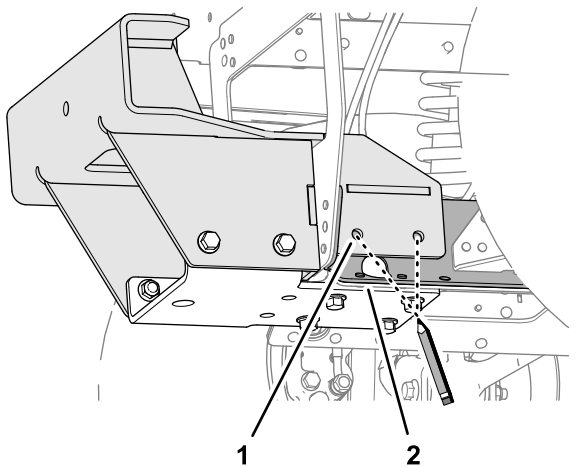
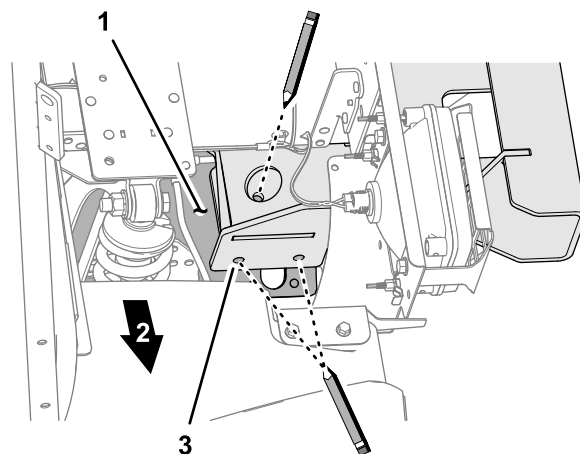
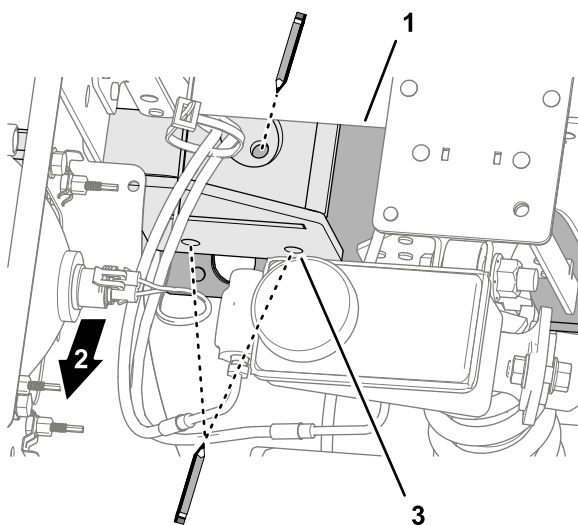

Figura 53
Figura 55
Figura 54
- Marque os locais dos 6 furos do suporte inferior na placa do canal central como se mostra nas imagens Figura 53, Figura 54, e Figura 55.